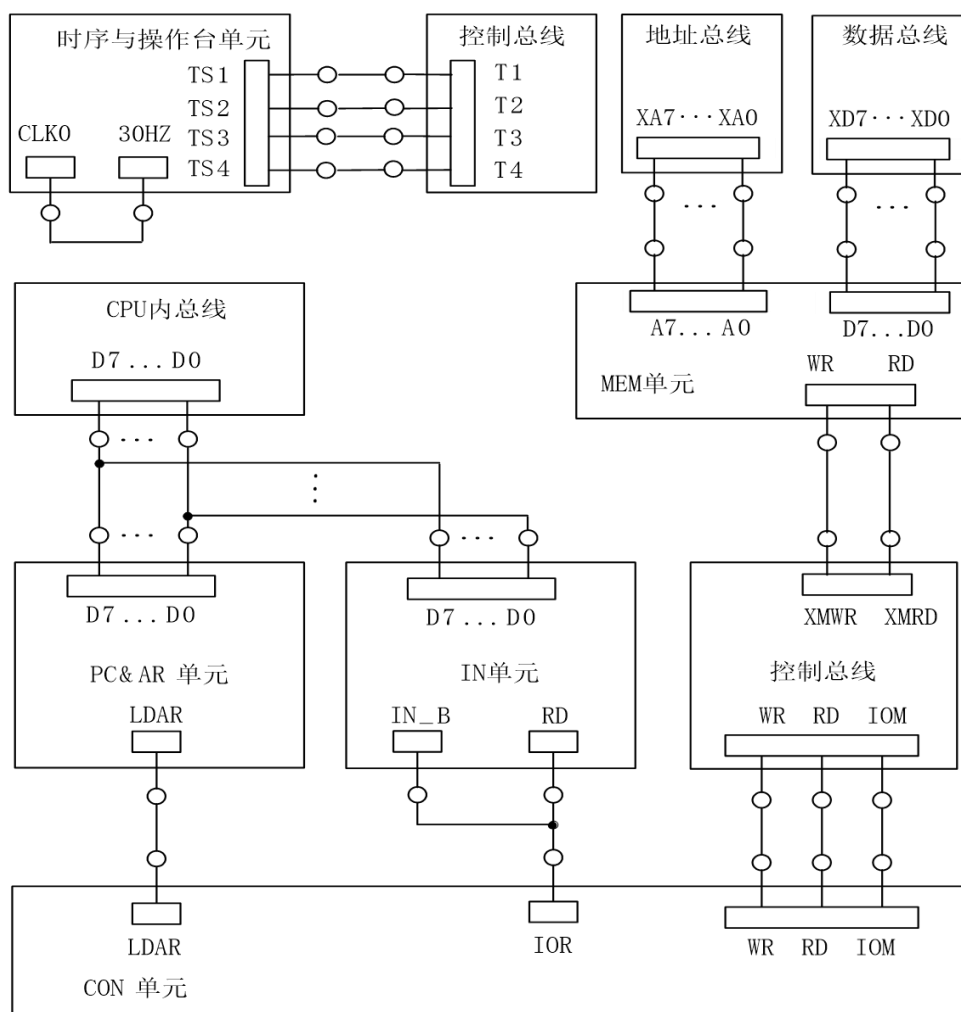

图 4 实验接线图
1. 关闭实验系统电源，按图 4 连接实验电路，并检查无误（图中将用户需要连接的信号用圆圈标明）。